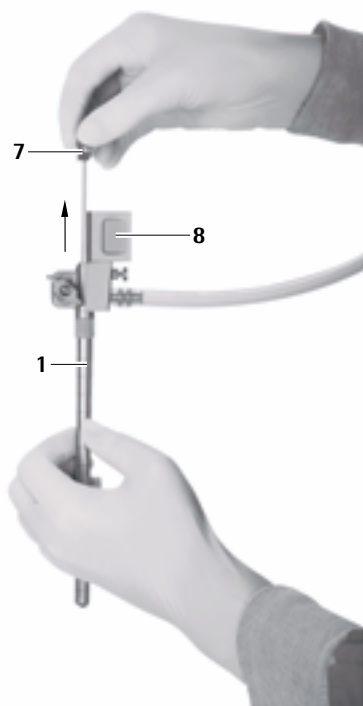

Fig. 9
- Dra försiktigt ut den ovala arbetskanalens obturator 7 ur MINOP inVent-troakaren 1, se Fig. 9.